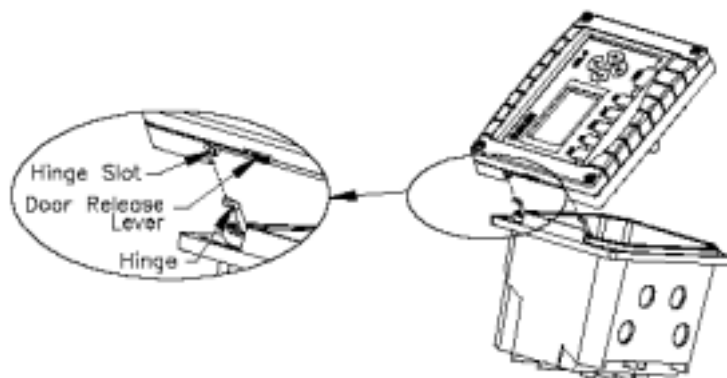

图 4-1 测定仪门组件的细节
3. 拿住门，将门释放控制杆（图 4-1）向上拔起，从而将门从铰链中释放出来。
要安上测定仪的门，参考图 4-1：